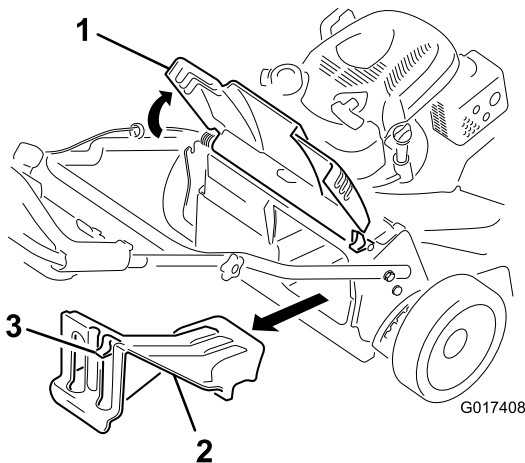

Figura 27
1. Levante y sujete el deflector trasero (Figura 27).